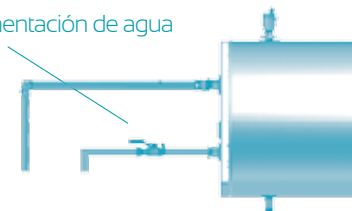

Fig. 8
- a. Cerrar la llave de alimentación de agua hacia el Termotanque ver Fig. 8.
- b. Abrir la válvula de alimentación de agua hacia el termotanque, ver Fig. 8.